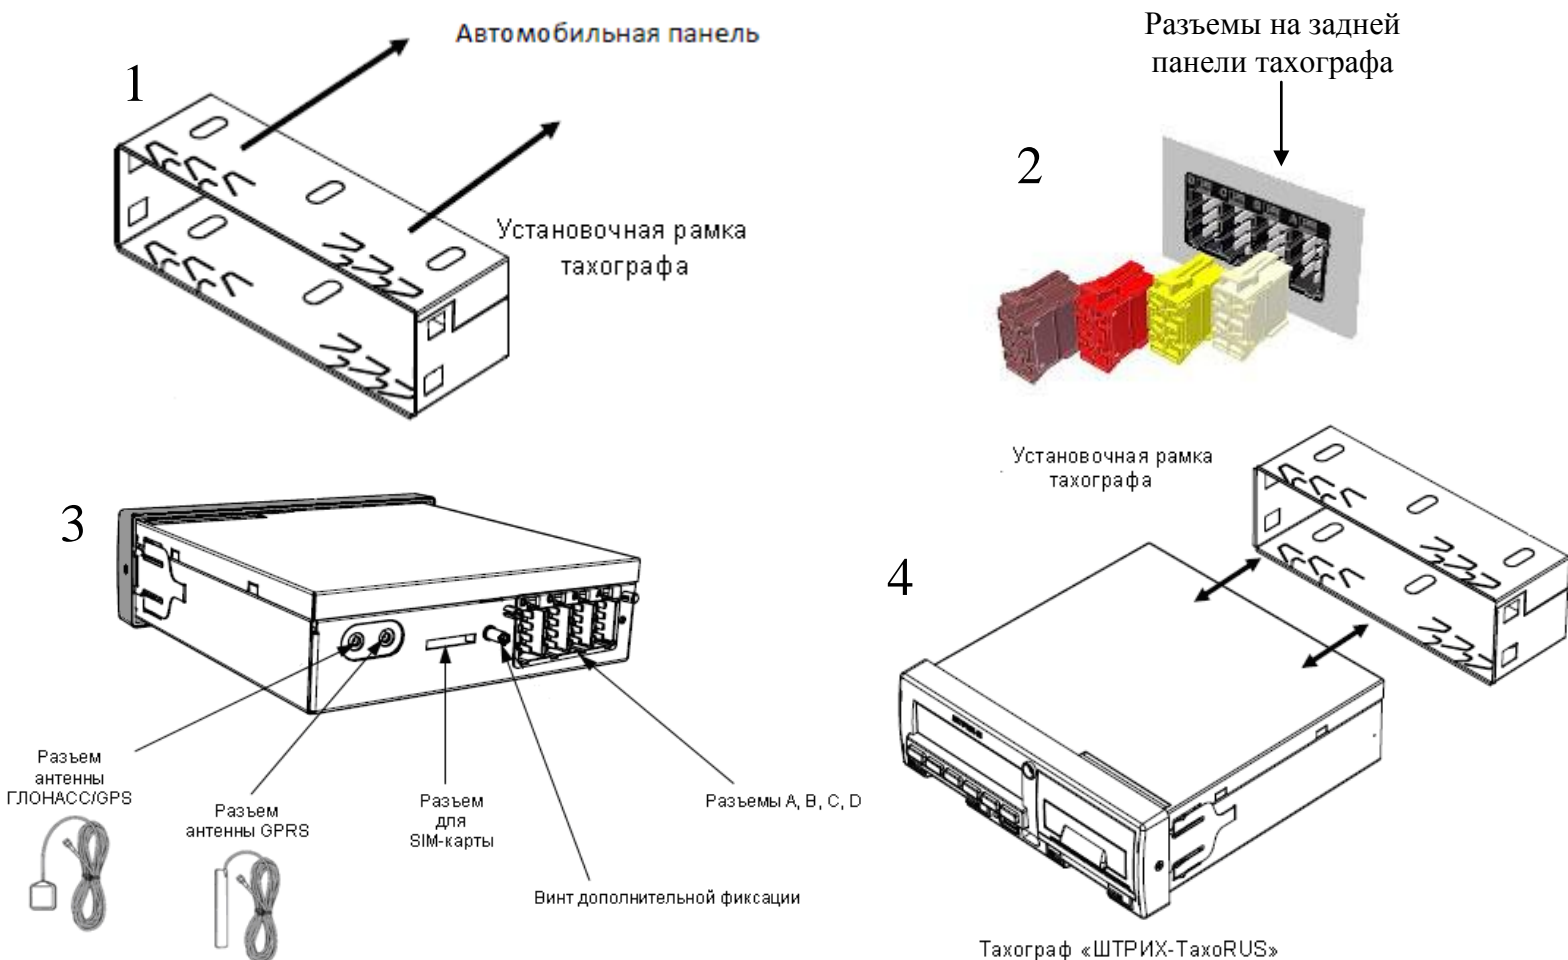

Рисунок 1 – Подключение тахографа «ШТРИХ – ТахоRUS» к автомобилю
- 1) Поместите установочную рамку (кожух) тахографа в автомобильную панель (см. рисунок 1 - «1»). Подогните по месту «язычки» рамки, чтобы рамка надежно фиксировалась в автомобильной панели.
- 2) Подключите автомобильные разъемы к разъемам А, В, С, D на задней панели тахографа (см. рисунок 1 - «2»).
- 3) Подключите антенны GSM (опционально) и ГЛОНАСС/GPS (см. рисунок 1 - «3»).
- 5) Вставьте тахограф «ШТРИХ-ТахоRUS» в установочную рамку (кожух) в автомобильной панели «до щелчка» (см. рисунок 1 - «4»). Убедитесь в надежности фиксации тахографа в панели приборов.